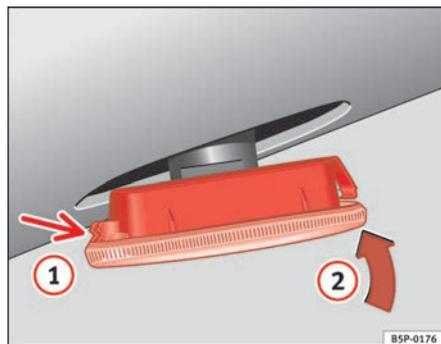

Fig. 190 Indicador de mudança de direcção lateral
- Primeiro, colocar a luz indicadora de mudança de direcção no orifício da carroçaria, encaixando as patilhas ⇒ fig. 190, seta ①.
- Encaixar a lâmpada como indica a seta ② ⇒ fig. 190. ■